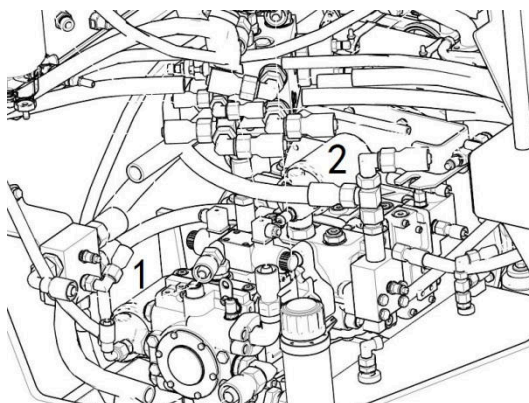

Рис. 3-12 Гидравлическая система
Запустите дизельный двигатель, дождитесь достижения номинальной скорости вращения и нажмите кнопку аварийного тормоза (1, Рис. 3-12). Медленно переместите джойстик (2, Рис. 3-12) вперед или назад, если каток не двигается, тормоз функционирует нормально. В противном случае
3. Замена элемента гидравлического масляного фильтра (Рис. 3-12)